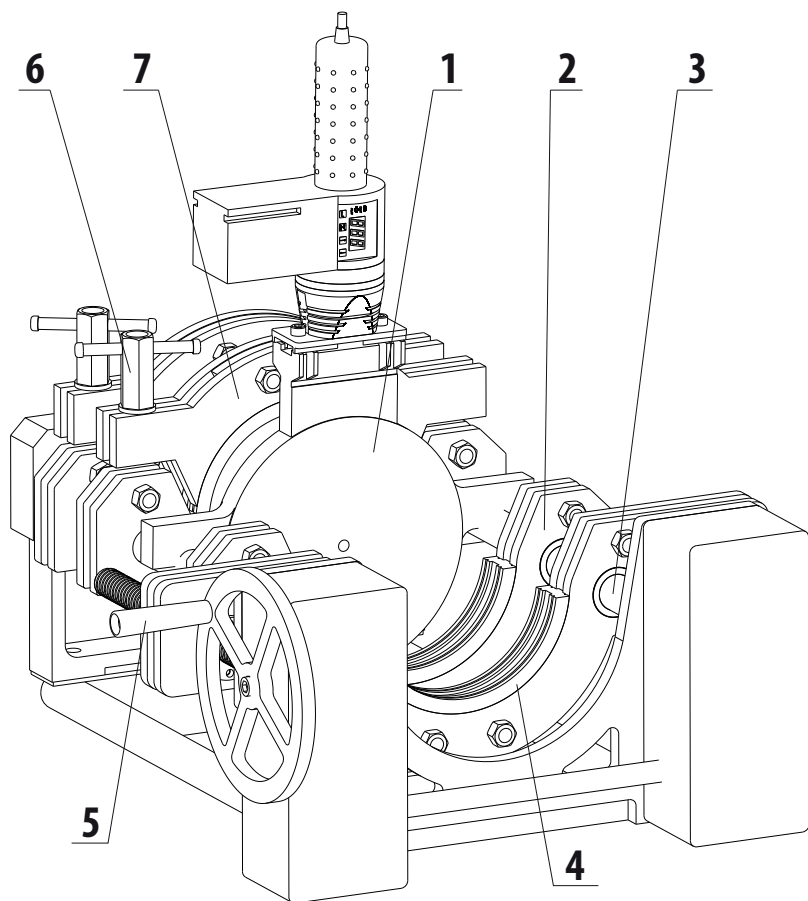

Рис. 1
4.1 Основной функциональной частью машины является центратор (Рис.1). Он служит для укладки и закрепления труб, местом подрезки их торцов, нагрева торцов труб, их сжатия с помощью специального механизма. Направляющие 3 центратора служат для перемещения по ним каретки 2 с трубой и для закрепления торцевателя (на Рис.1 не показан) во время подрезки торцов труб. Перемещение каретки осуществляется винтовой парой винт – гайка. Гайка жестко связана с кареткой, винт вращается от маховика 5, приводимого вращением рукой оператора.